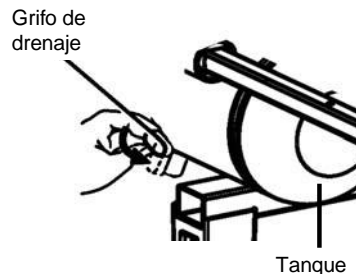

Fig.10
- (2) Desconecte el enchufe del tomacorriente.
- (3) Abra el grifo de drenaje situado en la parte inferior del depósito (Fig. 10).
Drene el depósito diariamente, o después de 4 horas de utilización. Abra el grifo de drenaje e incline el compresor para vaciar el agua acumulada (Consulte la Fig. 10).